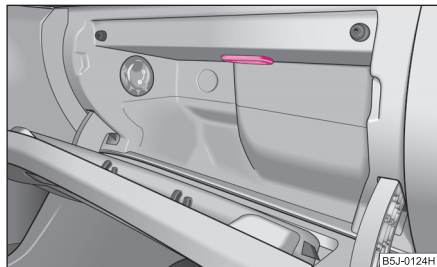

Fig. 188 Déposer l'éclairage du vide-poches côté passager avant
- Insérer un couteau ou quelque chose de semblable latéralement entre l'éclairage et la boîte à gants ⇒ fig. 188. Débloquer prudemment l'éclairage.